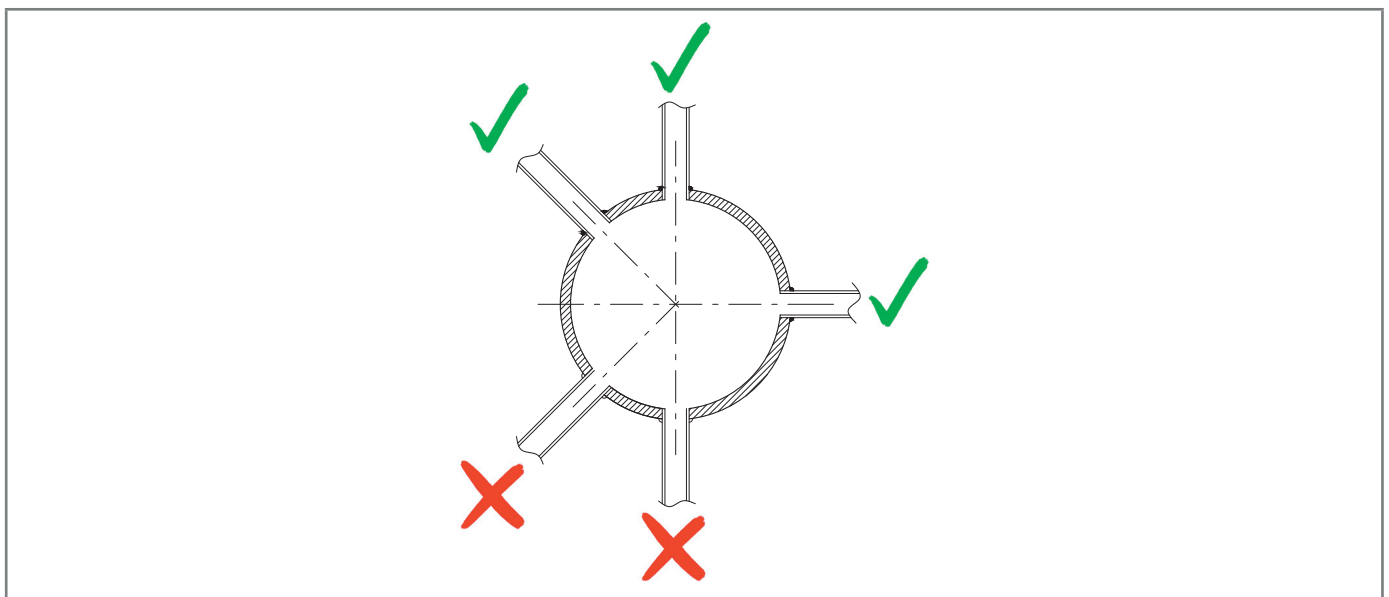

Abb. 6.30. Geschweißte Rohrverbindungen
- die Anschlüsse der pneumatischen Verbindung immer oben oder auf der horizontalen Anschlussachse verschweißt sind (siehe Abb. 6.30);